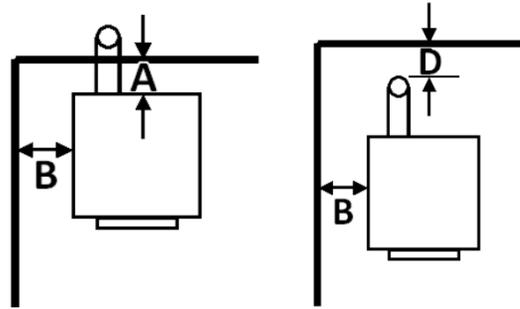

FIGURE 1
Enerzone Bio-45 MF a été testé pour installation dans les résidences et maisons mobiles. (voir figure 1 & 2)
5. Positionnez le poêle en respectant les dégagements aux figures 1 & 2.
1. Positionnez le poêle en respectant les dégagements aux figures 1 & 2. Faites une marque à l'endroit où le tuyau entrera dans la maçonnerie.